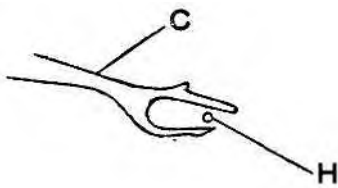

Рис. 23
2. Когда нитевой крючок расположен в крайнем левом положении (рис. 23) после завершения выше описанных регулировок, острие иглы «H» должно располагаться посередине зубца нитевого крючка «С». Игла также может пройти сквозь нитевой крючок в положении чуть ниже его середины. Необходимо выполнить более точную регулировку, если острие иглы соприкасается с нитевым крючком.
(4) Регулировка расположения нитевого крючка